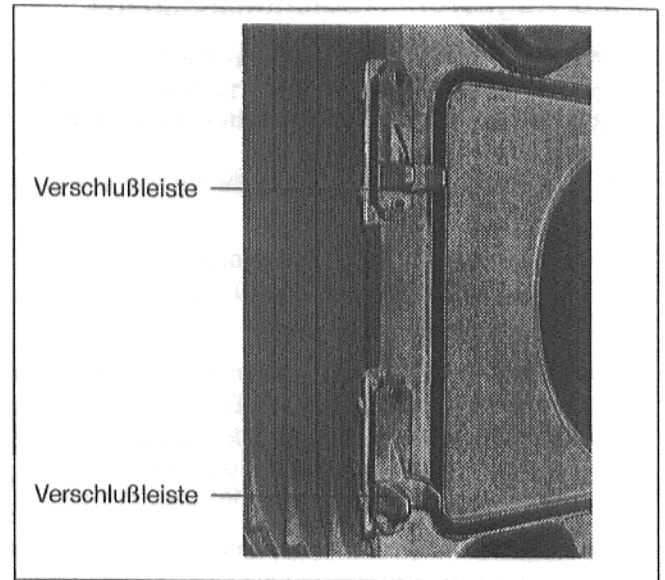

Abb. 28
- Verschußleisten mit Aufaufschräge für die Brennertür entsprechend Abb. 28 (Rechtsanschlag) mit je 2 Maschinenschrauben M 12 x 55 am Vorglied anschrauben. Der lange Schenkel der Verschußleiste muß nach oben zeigen. Für Linksanschlag entsprechend auf der rechten Seite anschrauben.